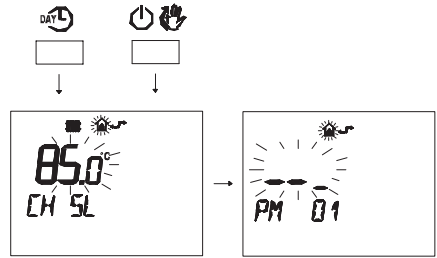

Figura 5.36
- Pulse simultáneamente los botones  $\text{DAY} \text{L}$  y  $\text{P}$  para entrar en la modalidad de programación transparente (Figura 5.36).